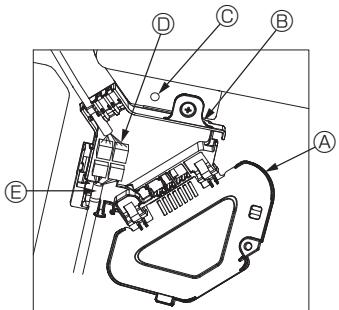
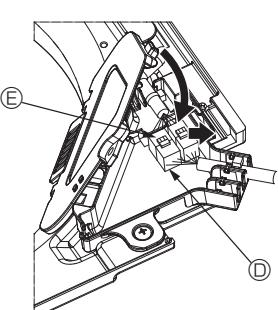

Fig. 10-8
Fig. 10-9
- ① Retirez la vis de fixation du couvercle de la boîte de raccordement, puis ouvrez le couvercle.
- ② Branchez correctement le connecteur du fil de jonction du moteur des ailettes et le connecteur du fil du moteur des ailettes du panneau dans la boîte de raccordement. (Fig. 10-8)
- ③ Refermez le couvercle de la boîte de raccordement.
- Pour refermer le couvercle de la boîte de raccordement, faites glisser le couvercle dans le sens de la flèche et veillez à bien insérer la partie saillante. (Fig. 10-9)